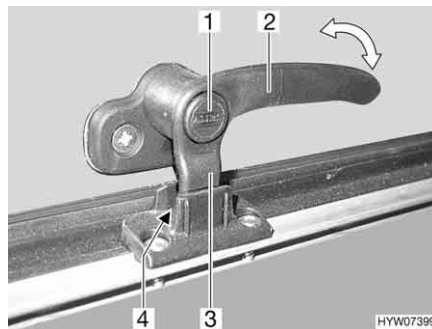
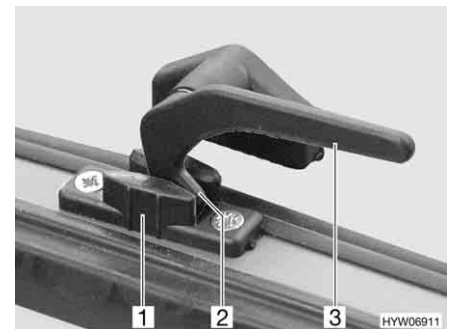

Fig. 97 Palanca de bloqueo con botón de seguridad en la posición de "ventilación continua"
Fig. 98 Palanca de bloqueo en la posición de "ventilación continua"
- En la posición "ventilación continua" (Fig. 97 y Fig. 98)
- Si existe, pulsar el botón de seguridad (Fig. 97,1) y mantenerlo pulsado.
- Girar todas las palanca de bloqueo (Fig. 97,2 ó Fig. 98,3) un cuarto de vuelta hacia el centro de la claraboya.
- Girar de nuevo hacia atrás las palancas de bloqueo. En esto, introducir el saliente de bloqueo (Fig. 97,3 ó Fig. 98,2) en el rebaje del bloqueo de la claraboya (Fig. 97,4 ó Fig. 98,1).